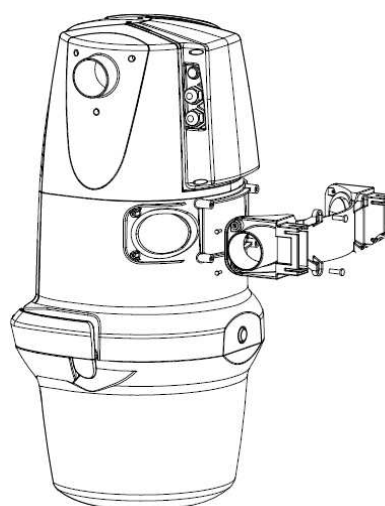

Figura 15
3. Remonte o suportel na nova posição. (Figura 15)